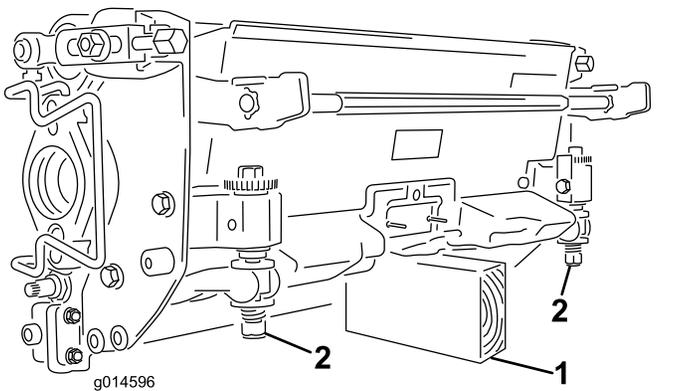

図 45
**重要** ベッドナイフやリールを見るためにカッティングユニットを立てる場合には、ベッドバー調整ねじのナットが床面に接触しないように、カッティングユニットの後ろ側をスタンドなどで支えてください **図 45**。